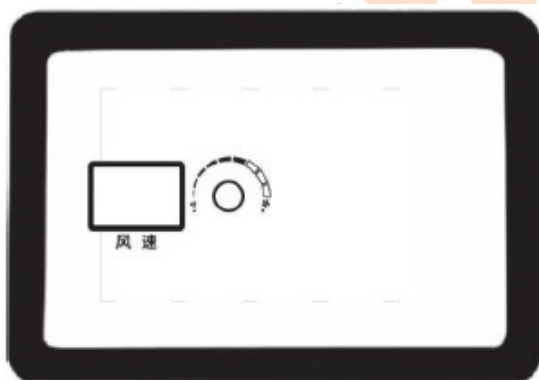

Figura 1
4. Dos tipos de controladores: Figura 1 (controlador de frecuencia variable) y Figura 2 (controlador de engranajes)